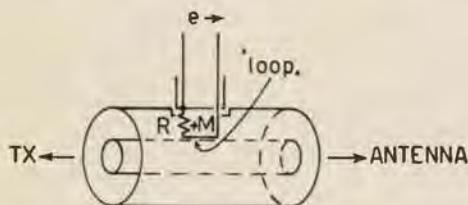
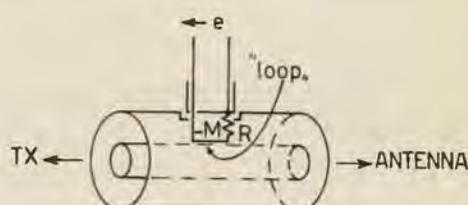

Figura 6
Figura 7
Inserendo il circuito di accoppiamento come in figura 6, la tensione « e → » a radiofrequenza è proporzionale alla tensione diretta all'antenna; ruotando l'accoppiamento stesso di 180° (e cioè il supporto che lo sostiene) la tensione « ← e » è proporzionale alla tensione dell'onda riflessa (figura 7). Essendo poi il sistema a impedenza costante potremo conoscere, mediante opportuna taratura, il valore della potenza diretta, della potenza riflessa e quindi anche del rapporto onde stazionarie (11). Vediamo di dimostrare come in effetti un tale circuito si comporti come un accoppiatore direzionale.
Quindi la tensione di uscita a radiofrequenza dal circuito di accoppiamento sarà proporzionale solamente all'onda diretta (espressione 6), quando l'accoppiatore stesso sarà ruotato come in figura 6 e solamente all'onda riflessa nell'altro caso (figura 7).